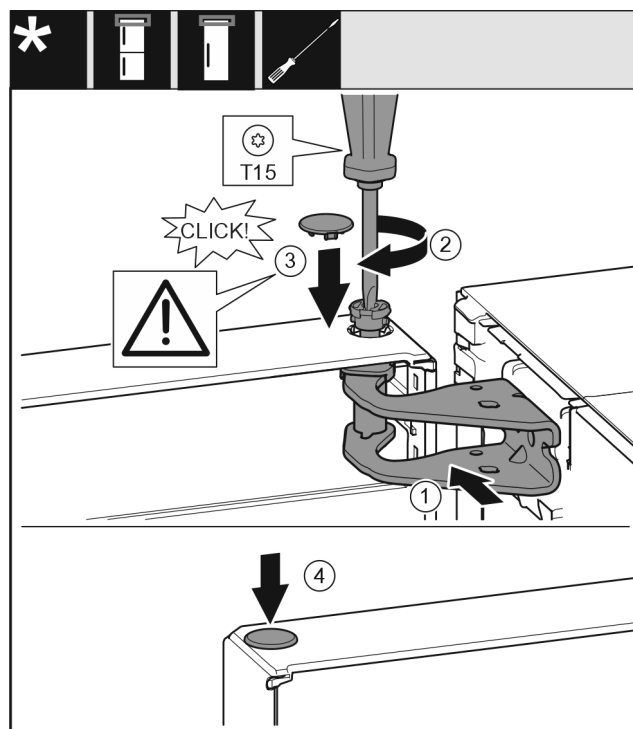

Fig. 23
- ▶ Igazítsa be az ajtót felül a csapágybak nyílásához Fig. 23 (1)
- ▶ Helyezze be a csapszeget Fig. 23 (2), és húzza meg csavarhúzóval.
- ▶ Szerelje fel az ajtó biztosító biztonsági fedelet Fig. 23 (3): Helyezze fel a biztonsági fedelet, és ellenőrizze, hogy felfekszik-e az ajtóra. Egyébként a csapszeget teljesen helyezze be.
- ▶ Helyezze be a dugót Fig. 23 (4).